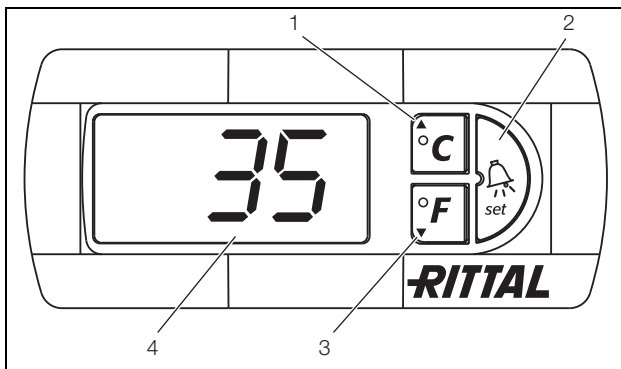

Abb. 17: e-Comfortcontroller
Der e-Comfortcontroller verfügt über eine 7-Segment-Anzeige (Abb. 17, Pos. 4). Auf ihr wird nach dem Einschalten der Stromversorgung zunächst für ca. 2 Sek. die aktuelle Softwareversion sowie der aktivierte Eco-Mode angezeigt. Danach eine voreingestellte Option (z. B. t10) bzw. die Temperatur.
Die Programmierung des Gerätes nehmen Sie über die Tasten 1 – 3 (Abb. 17) vor. Die Parameter dazu erscheinen ebenfalls in der Anzeige.
- Drücken Sie gleichzeitig die Tasten 1 und 2 (Abb. 17) für min. 5 Sek.
Mit den Tasten 1, 2 und 3 (Abb. 17) können Sie 24 Parameter innerhalb der vorgegebenen Bereiche (Min.-Wert, Max.-Wert) verändern.